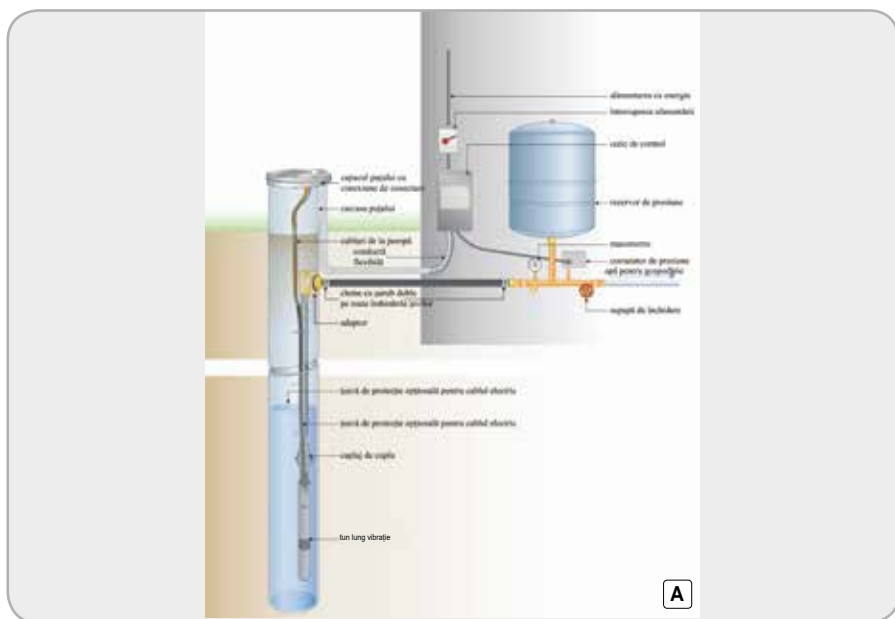

Fig.6
**Exemplu scheme montaj (Fig. 6,7):**